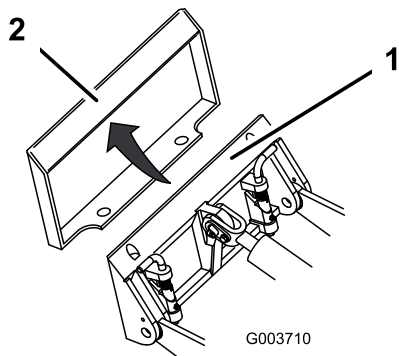

Bild 27
4. Setzen Sie die Befestigungsplatte in die obere Lippe der Aufnahmeplatte am Anbaugerät (Bild 27).